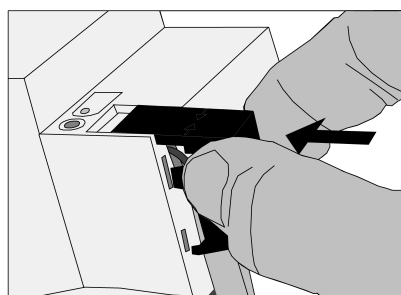

рисунок 4: Установка защитной крышки
- Вставить защитную крышку поверх клеммы шины и зафиксировать со щелчком (см. рисунок 4).